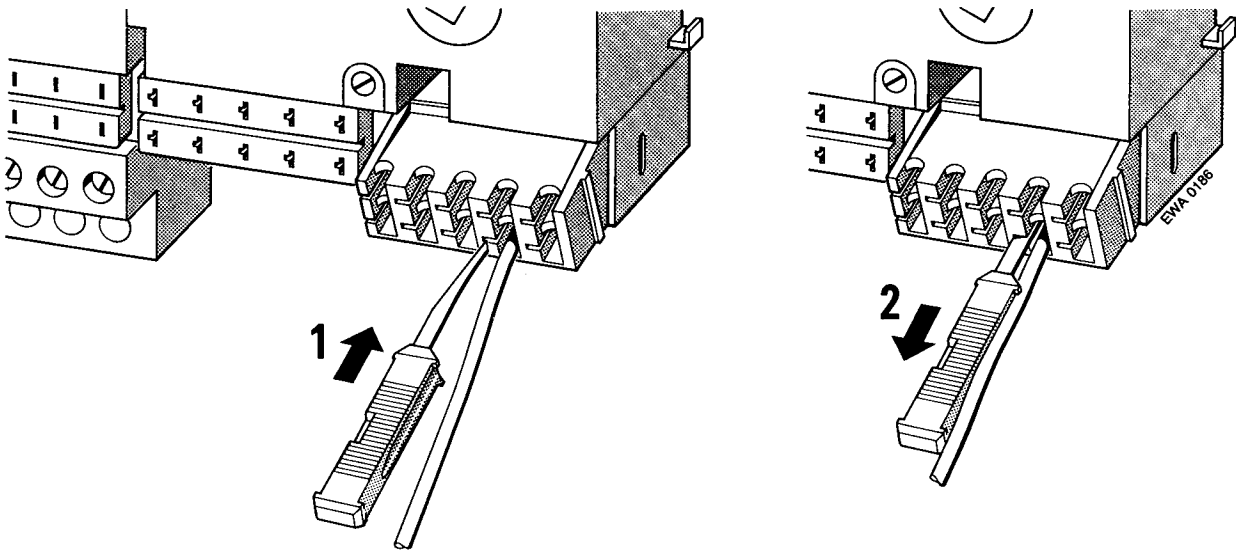

Bild 3.10 Kontakt demontieren
- ▶ Bringen Sie den Kontaktträger in die Stellung wie in Bild 3.10.